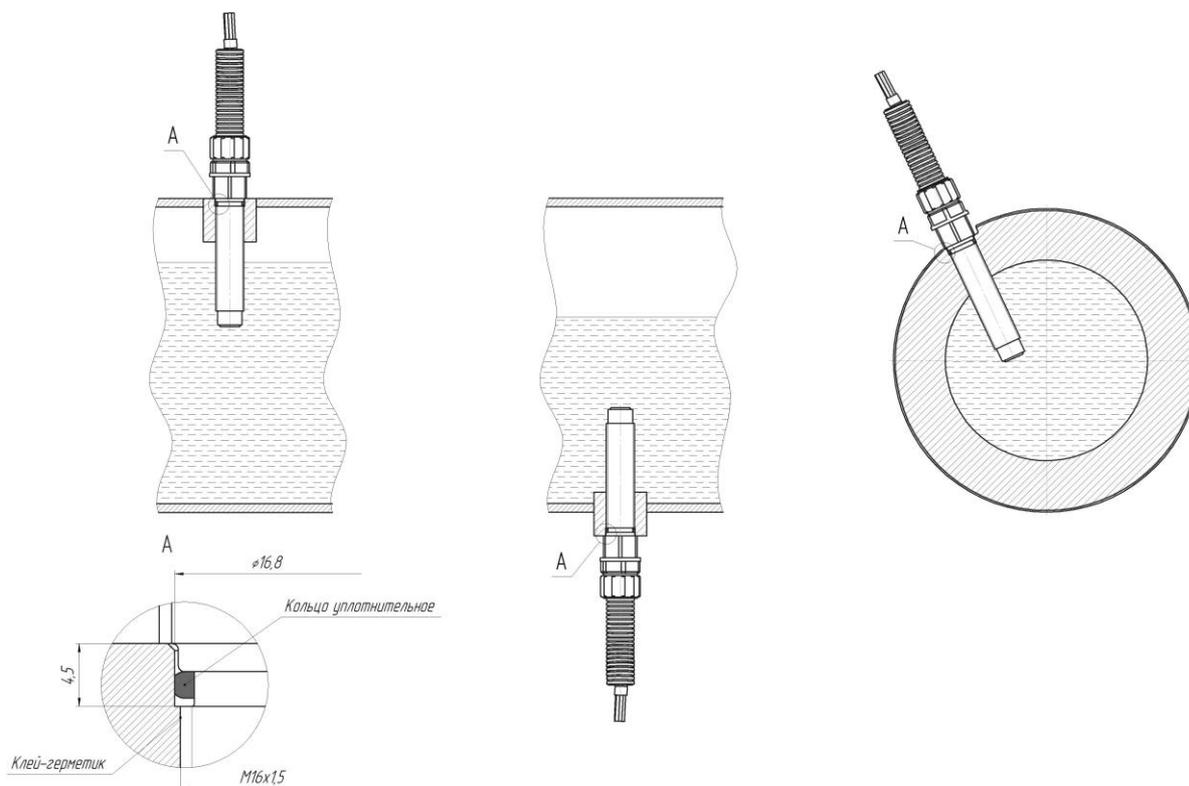

Рисунок 2. Установка датчика температуры
- Перед установкой датчика температуры необходимо выбрать место установки (рис. 2, 3).